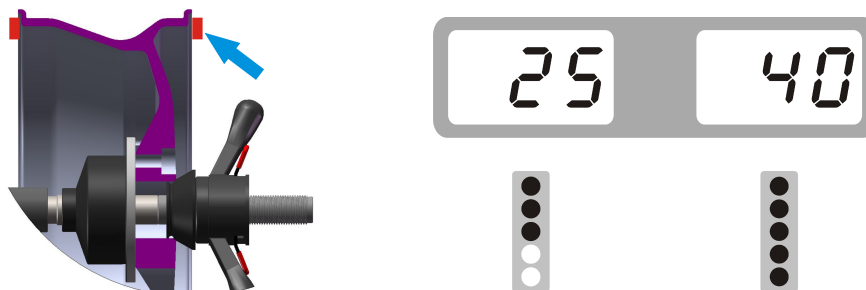

図3
5.1.6. 外側アンバランス位置の表示ランプが完全に点灯するまで、反時計回りに手でタイヤをゆっくり動かします。この時外側リムの一番高いポイント(12時の位置)は、アンバランスポイントの位置です。この位置に質に相当する重りを加えます。(図3)